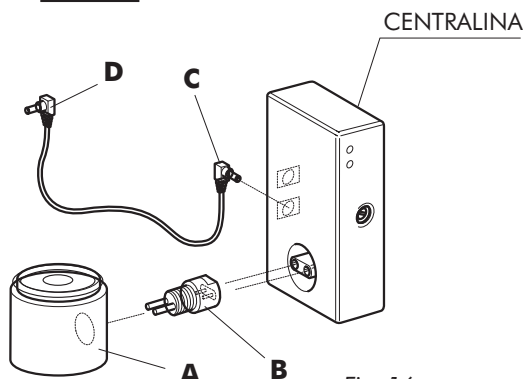

Fig. 16
- Dupa ce ati montat adaptorul-suport pentru electrozi, insurubati electrozii utilizand banda de teflon pe filet (vezi fig.16 poz.B).